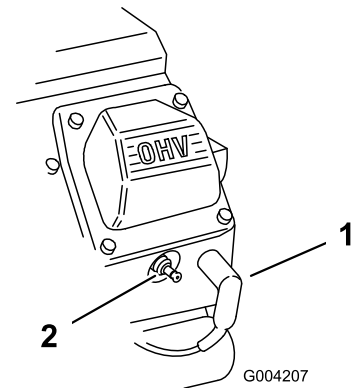

Figure 32
3. Débranchez les bougies (Figure 32).
3. Rebranchez les bougies (Figure 32).